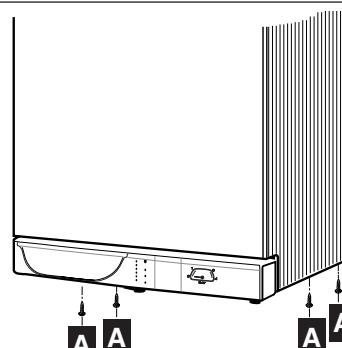

Abb. 10
- die 4 Befestigungsschrauben **A** der Verkleidung abschrauben A (Abb. 10)